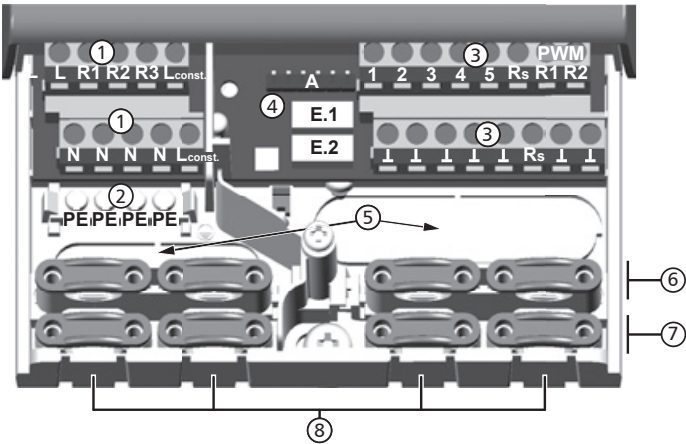

Fig. 3: Bornes de conexión en la parte inferior del regulador (cubierta de los bornes quitada)
1. Abrir las aperturas para cables ⑤ (fig. 3) con una herramienta adecuada.
1. Cortar y abrir las aperturas para cables *necesarias* ⑥ (fig. 3) a la izquierda y derecha con un cuchillo adecuado.